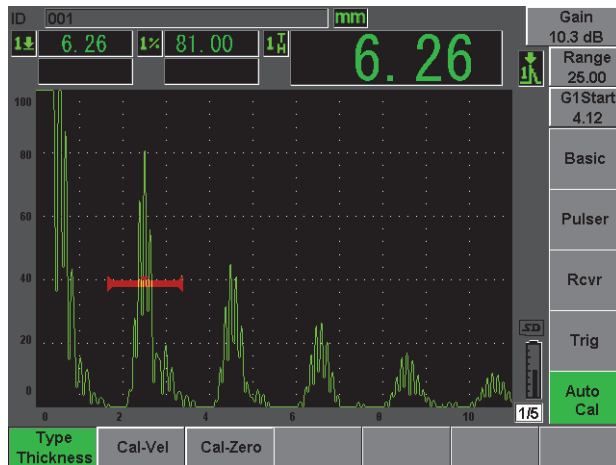

Figura 2-13 Menu Auto Cal
4. Selezionare il menu **Auto Cal** (calibratura auto.) [vedi Figura 2-13 alla pagina 45].